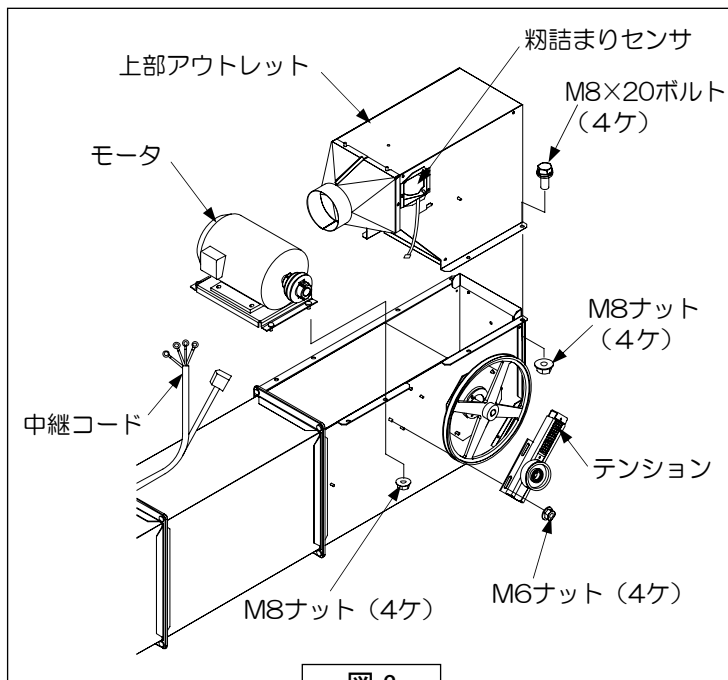

図 3
M8ナット(4ケ)で固定します。(図3)
- (5) 上部アウトレットを昇降機に取付けます。M8×20ボルト(4ケ)、M8ナット(4ケ)で固定します。(図3)